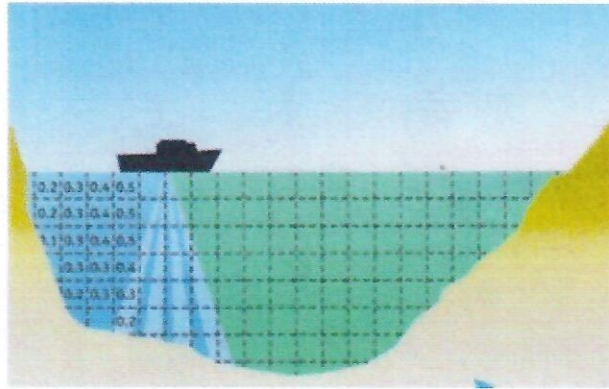

Fig. 17
d) După procedura Start Transect ne deplasăm cu Streapro-ul pe direcție transversală cât mai încet posibil pentru a obține un rezultat cât mai exact în direcția malului opus (fig. 17).